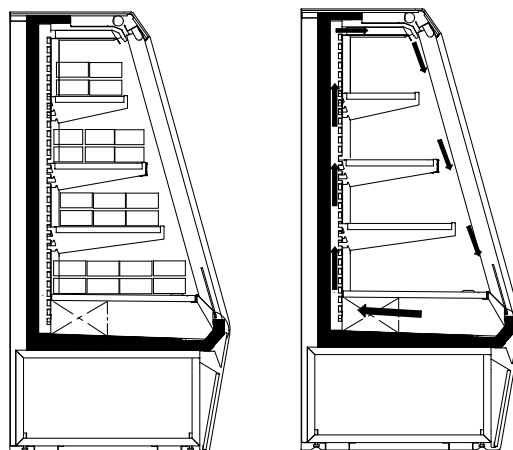

Рис. 12
- Не закрывать отверстия притока воздуха, которые обеспечивают необходимый поток воздуха (Рис. 12).